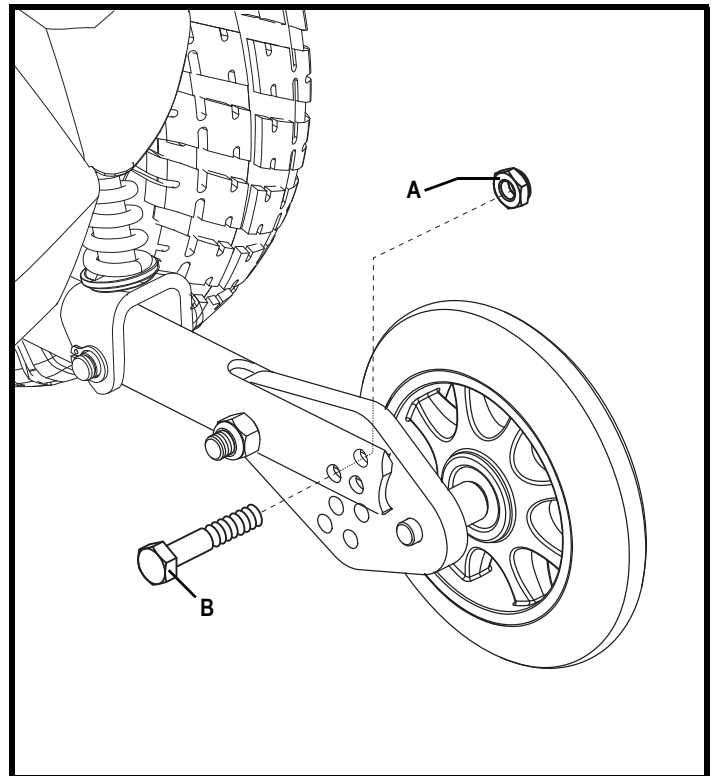

Figure 25. Module de roulette antibascule
1. Desserrez l'écrou A. Voir la figure 25.